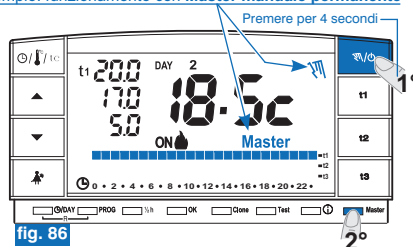

fig. 86
- Sul cronotermostato MASTER mantenere premuto il tasto "M/O" (circa 4 sec.) per entrare in funzionamento manuale permanente; il simbolo "M/O" diventa fisso (vedere dettagli al paragrafo 7.1/B) (esempio in fig. 86).